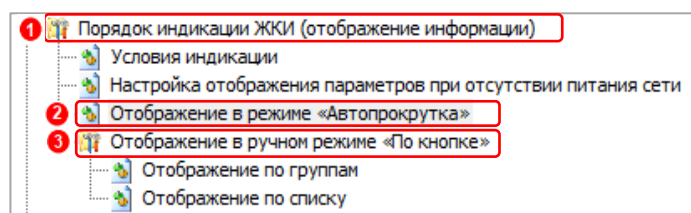

Рисунок 53
Для настройки отображения информации в режиме «Автопрокрутка», перейдите на вкладку «Порядок индикации ЖКИ → Отображать в режиме «Автопрокрутка»» (2) (см. рисунок 53).